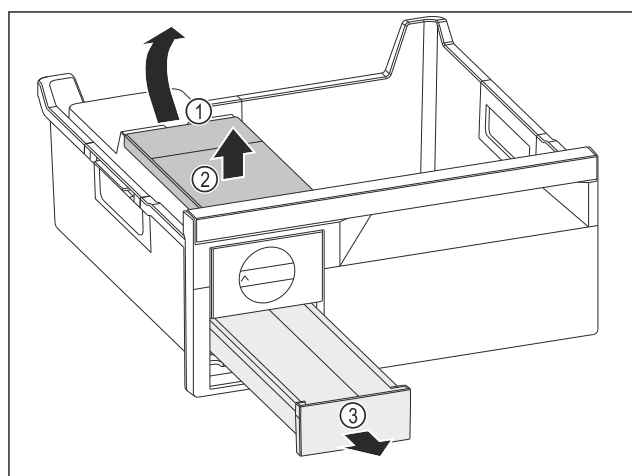

Fig. 211
- Retirer le réservoir d'eau : Soulever le réservoir d'eau hors de l'évidement Fig. 211 (1).
- Retirer le réservoir d'eau Fig. 211 (2) vers le haut.
- Retirer le compartiment à glaçons Fig. 211 (3) vers l'avant.